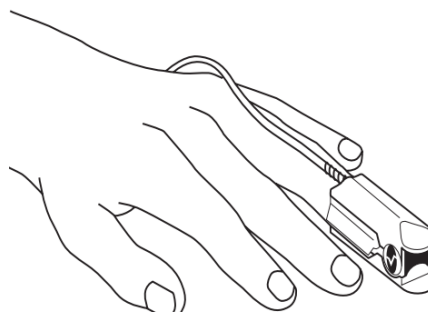

Fig. 15-3 Colocación sensor ADL/PED.
3. Consulte la Fig. 15-3. Oriente el sensor de modo que el cable corra hacia la parte superior de la mano del paciente.